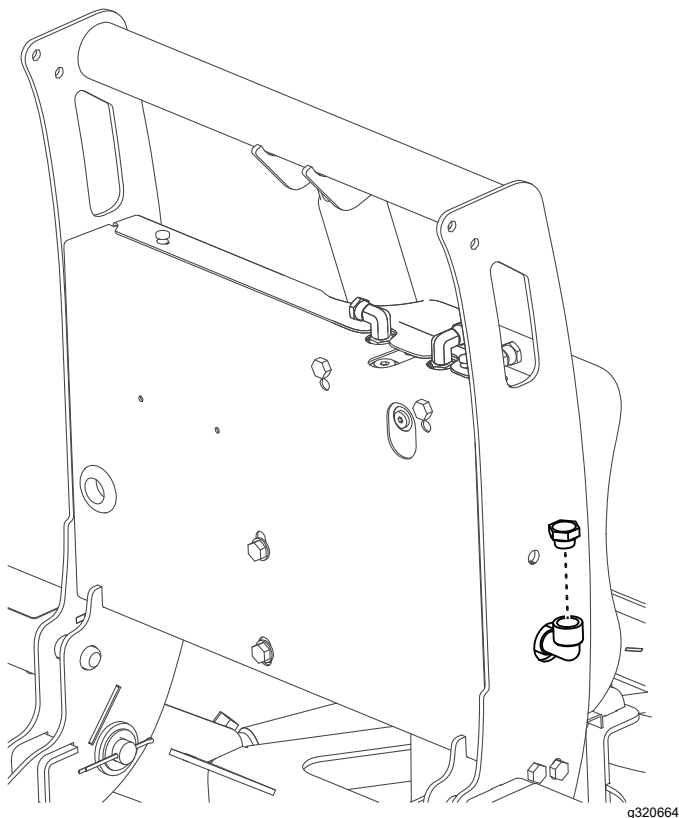

Bild 9
3. Nehmen Sie den Fülldeckel vom Einfüllkrümmer des Hydraulikbehälters ab (Bild 9).